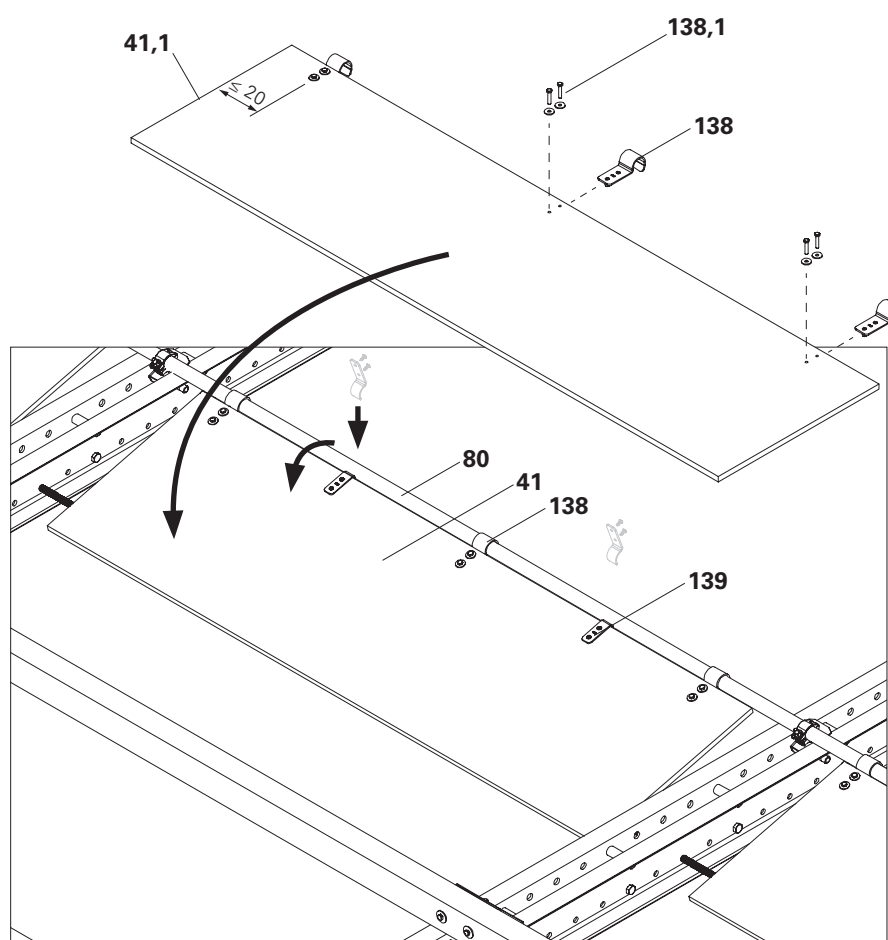

Fig. C2.04
6. Per ogni copertura pieghevole, montare almeno una piastra di sicurezza (**139**) all'incirca al centro, utilizzando 2 viti SPAX TX 30 8x20. A questo punto la copertura pieghevole è fissata. (Fig. C2.04)